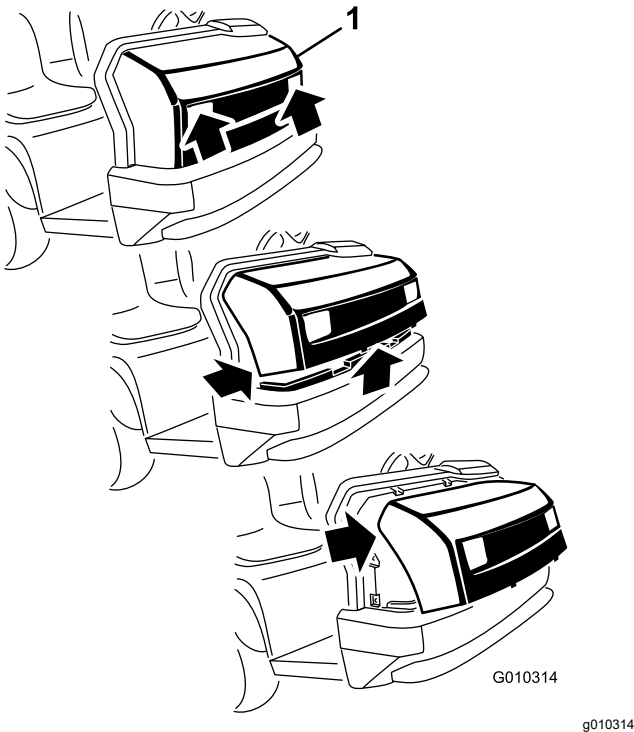

Figura 1
6. Sujete el capó por los orificios de los faros y levántelo para poder liberar las pestañas de montaje inferiores de las ranuras del parachoques (Figura 1).
7. Gire hacia arriba la parte inferior del capó hasta que pueda retirar las pestañas de montaje superiores de las ranuras del chasis(Figura 1).
8. Gire hacia adelante la parte superior del capó y desenchufe los conectores de cables de los faros (Figura 1).